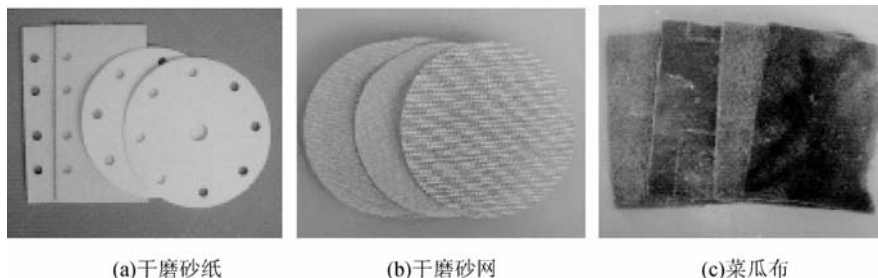

图 8-30 干磨砂纸
(1)干磨砂纸。干磨砂纸一面有丝网连接层,就是人们常说的快速搭扣,可以跟打磨头快速黏结和分离。一般圆形砂纸圆周均匀分布8个小孔,中心有1个大孔;方形砂纸在长边缘均匀分布8个孔,在将砂纸黏结到打磨头上时,一定要保证砂纸上的圆孔与打磨头上的孔相吻合,以确保吸尘效果良好,如图8-30(a)所示。干磨砂纸规格一般为P60~P500,用于去除油漆、金属打磨等。涂面研磨砂纸用于清除涂面的粗粒、橘皮等,砂纸规格一般为P600~P1500。
(2)干磨砂网。干磨砂网是干磨设备制造商MIRKA公司的专利产品,它是将不同规格的磨料黏结到网状的基材上制成的打磨工具。干磨砂网的规格与干磨砂纸一样,形状有圆形和方形。与干磨砂纸不同的是干磨砂网的吸尘通路更大,吸尘效果更好,如图8-30(b)所示。
(3)三维打磨材料。三维打磨材料是磨料附着在三维纤维上形成的打磨材料,三维打磨材料有非常好的柔性,适合打磨外形复杂或特殊材料的表面,可用于各种条件下的打磨。如菜瓜布就是三维打磨材料中的一种,如图8-30(c)所示。三维打磨材料主要用于塑料喷涂前的研磨、驳口前对涂层的研磨以及修补前去除涂层表面的细小缺陷等。